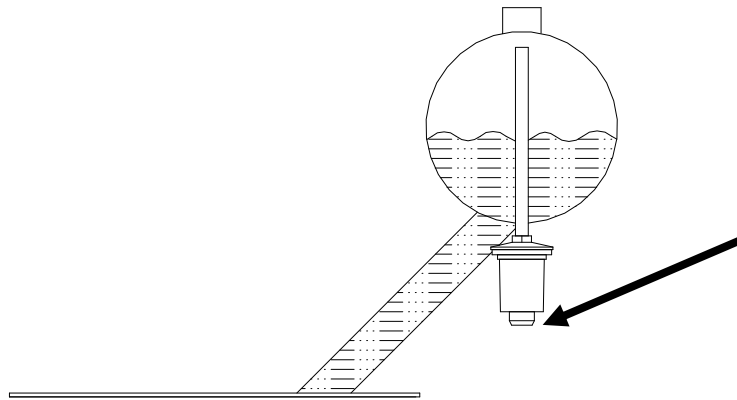

Figure 2
- 9) Pour l'installation du sécheur, vider le tube d'évent correspondant (voir figure 2), car il pourrait se remplir d'huile à la suite du transport, du positionnement ou d'un déplacement. Pour réaliser cette opération, il suffit de retirer le bouchon femelle de 1/2" monté sur la partie inférieure du conservateur, puis d'installer le sécheur. Avant d'entamer cette procédure, il est conseillé de placer, en dessous du bouchon à dévisser, un récipient de collecte de l'huile.